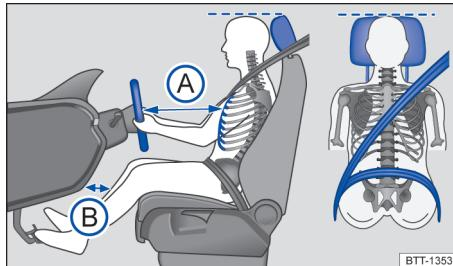

图 15 示意图：驾驶员与方向盘之间的安全距离，安全带及头枕的正确调整位置
- 调整头枕，使头枕上缘与头顶等高，但勿低于眼睛，脑后应尽可能贴近头枕→图 15。
- 调整方向盘，使胸部与方向盘之间至少保持 25cm 的距离 → 图 15(A)，同时稍弯肘双手即可握住方向盘轮缘 → 第 54 页。
- 调节驾驶员座椅的前后位置，使驾驶员稍弯膝即可将踏板完全踩到底，且仪表板至膝部区域的距离至少达 10cm → 图 15(B)。